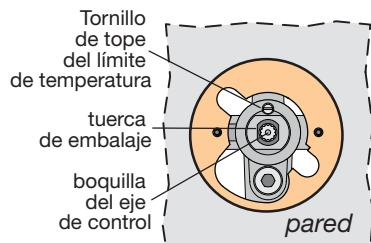

Figura 3 Ajustes de la válvula
Referencia en la figura 3 a continuación
8) Coloque un tornillo de tope para límite de temperatura Refiérase a página 2, figura 3